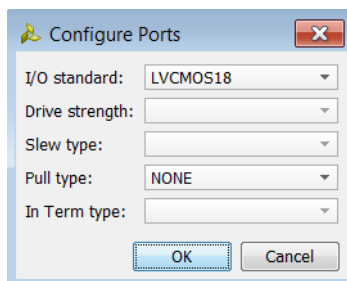

図 3-13 : [Configure Ports] ダイアログ ボックス
3. [Configure Ports] ダイアログ ボックス (図 3-13) で次のオプションを指定し、[OK] をクリックします。